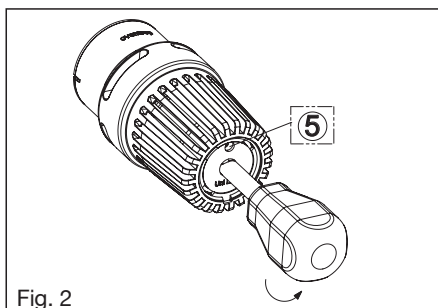

Fig. 2
2. Tourner la vis de réglage à l'aide de la clé de réglage (réf. 1011497) jusqu'à ce que la valeur de réglage souhaitée apparaisse dans la fenêtre (fig. 2).
2. Tourner le thermostat vers la gauche jusqu'en butée (« 5 ») à l'aide de la clé de réglage (réf. 1011497) par le perçage frontal (fig. 2).